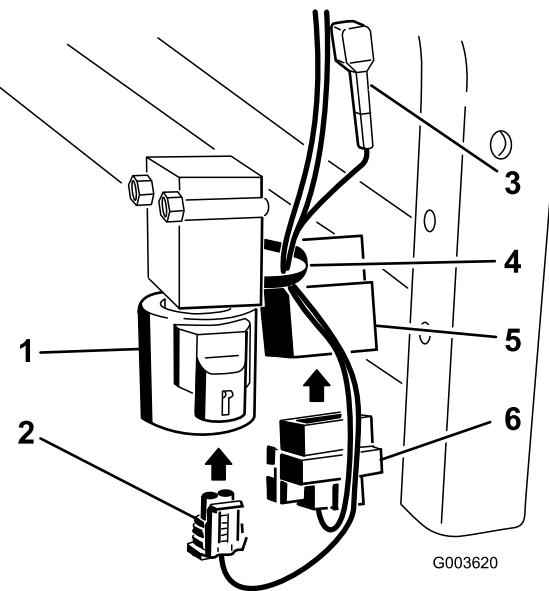

Figura 36
8. Conecte el conector cuadrado al relé instalado junto a la válvula (Figura 36).
9. Conecte el conector pequeño a la válvula (Figura 36).